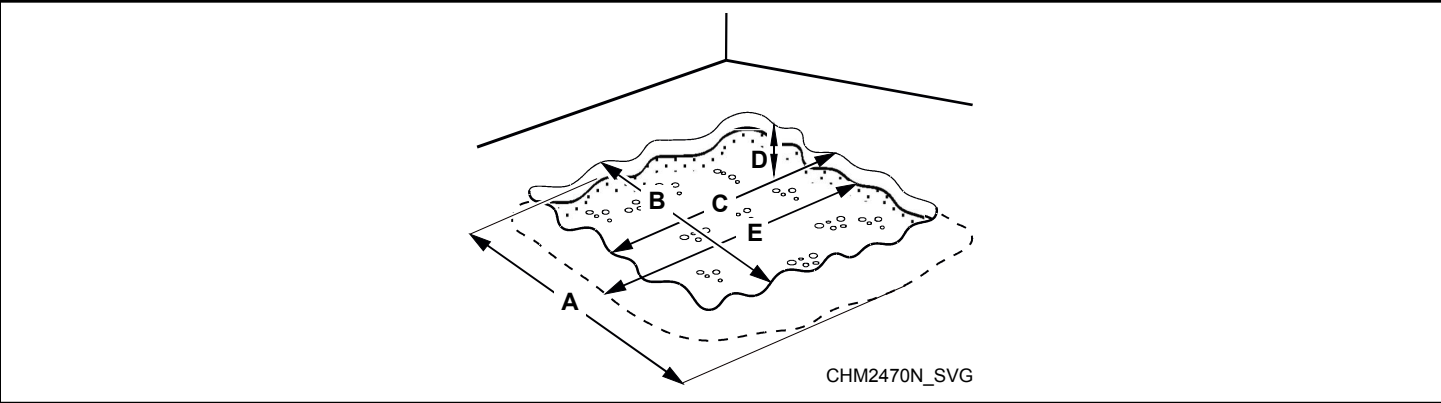

Figure 7
1. Découper une ouverture plus grande que la base de la machine dans le plancher existant. Voir *Figure 7*.